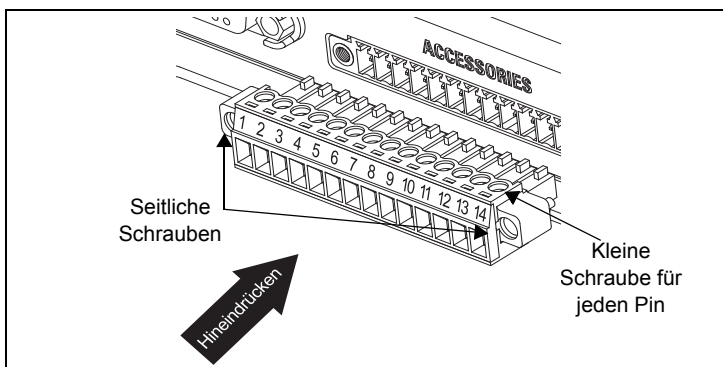

Abbildung 10: Installation des Zubehörsteckers
3. Drehen Sie die kleine Schraube für jeden Pin fest, nachdem Sie das Kabel eingeführt haben, um zu gewährleisten, dass es sicher befestigt ist. Siehe Abbildung 10.